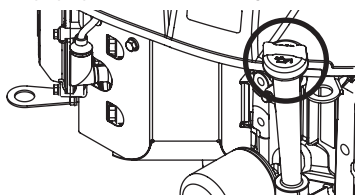

Figure 8
10. Essayez autour du bouchon de la jauge et le tube avec un chiffon propre pour enlever les débris (Figure 8).